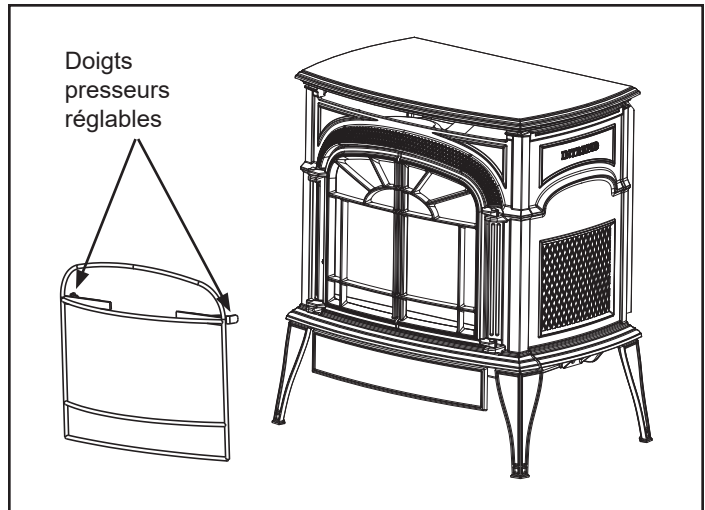

Figure 3.61 – Installer la barrière de sécurité.
2. Placez les deux crochets inférieurs sur le bord inférieur de l'ouverture du poêle (figure 3.61).